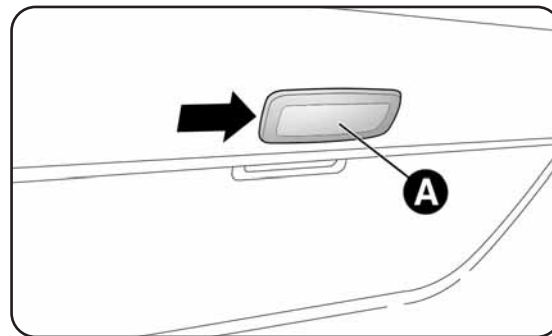

fig. 30
- intervenir sur le point indiqué par la flèche et retirer le plafonnier A-fig. 30 ;